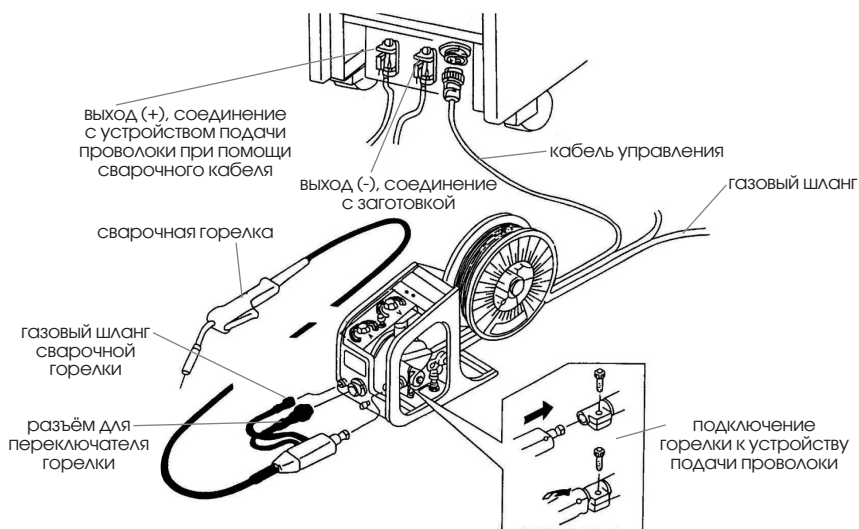

Рисунок 1 – Подключение горелки, устройства подачи проволоки, сварочного кабеля и кабеля управления.
2. Подключите кабель управления устройством подачи проволоки к коннектору на самом аппарате (рис. 1).
3. Подключите один конец сварочного кабеля к коннектору устройства подачи проволоки, а другой – в выход (+) самого аппарата (рис. 1).
4. Подключите один конец газового шланга ко входу для подачи газа устройства подачи проволоки (рис. 1). Второй конец служит для соединения шланга с регулятором давления.
1. Вставьте коннектор сварочной горелки в разъем для подключения горелки на устройстве подачи проволоки (рис. 1).
2. Подсоедините разъем переключателя сварочной горелки в разъем для переключателя горелки на устройстве подачи проволоки (рис. 1).
3. Подсоедините газовый шланг к выходу для газового шланга на устройстве подачи проволоки (рис. 1).